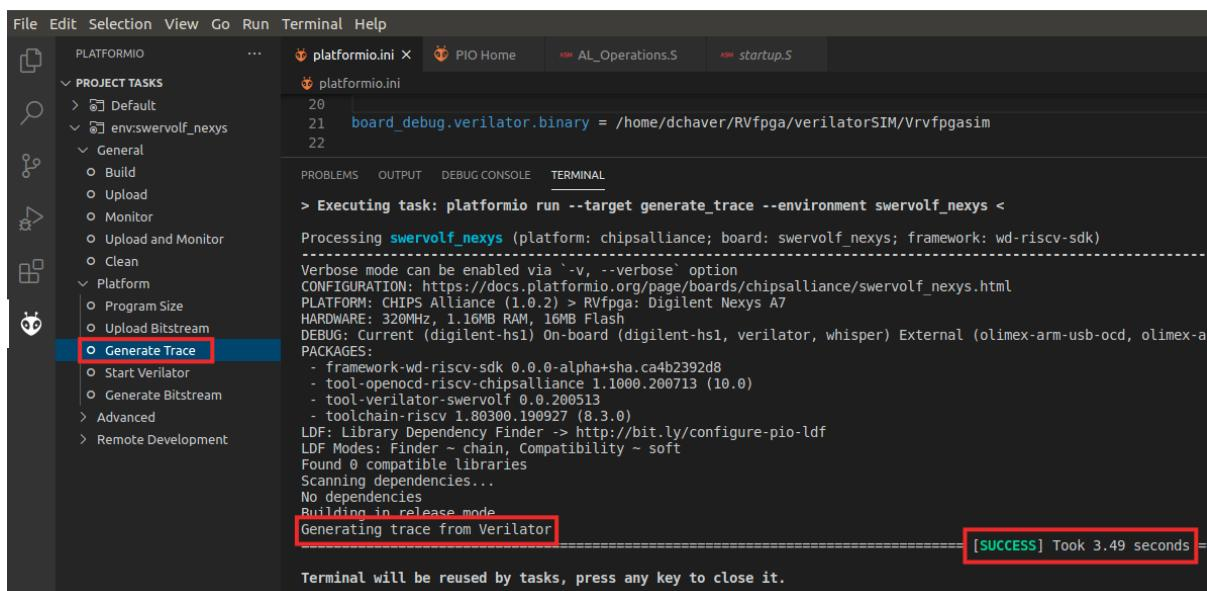

图83. 通过Verilator生成轨迹
6. 单击左侧功能区菜单中的PlatformIO图标来运行仿真，然后展开“Project Tasks”（项目任务）→ env:swervolf_nexys → “Platform”（平台），并单击“Generate Trace”（生成轨迹），如图83所示。